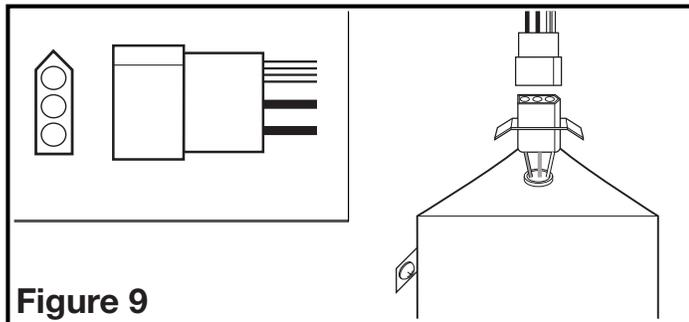

Figure 9
- Brancher le cordon à raccordement rapide dans le réceptacle. Ce cordon ne s'ajuste que d'une seule façon dans le réceptacle (**Figure 9**).